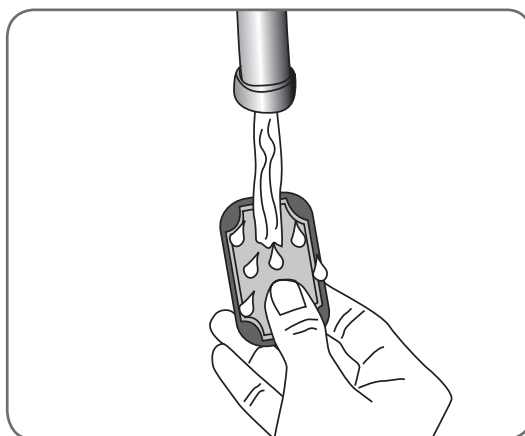

Ilustración 6-21: Cómo humedecer los electrodos de tela.
2. Humedezca los electrodos de tela de forma completa y uniforme. Consulte la Ilustración 6-21.